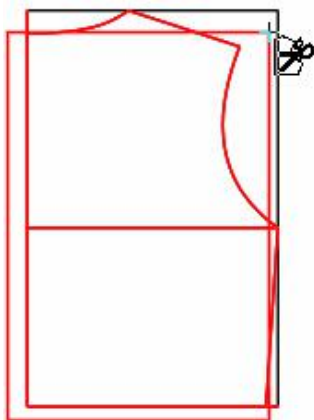

图 1
- 方法 1：用该工具单击或框选围成纸样的线，最后击右键，系统按最大区域形成纸样，如图 1；